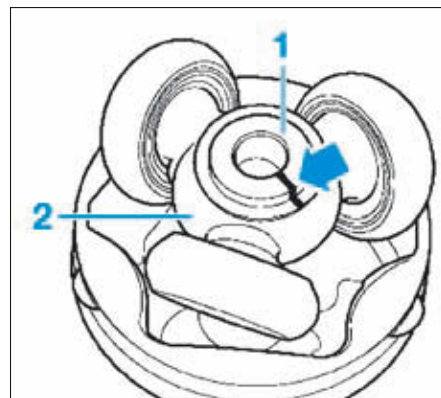

FIG. 6
- Repérer le tripode (2) par rapport à l'arbre (1) (Fig.6).